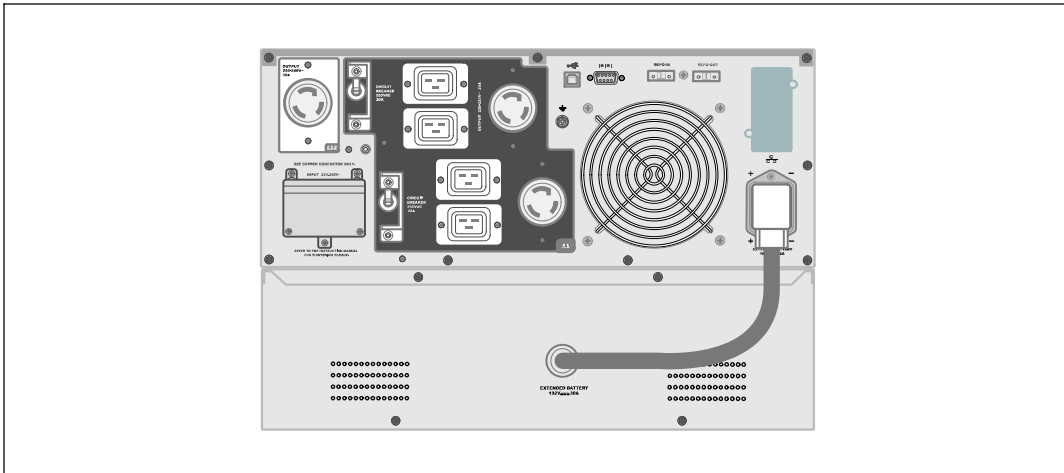

Abbildung 18. Installieren des EBM
- 1** Stecken Sie das EBM-Kabel in den USV-Batterieanschluss ein (siehe Abbildung 18).